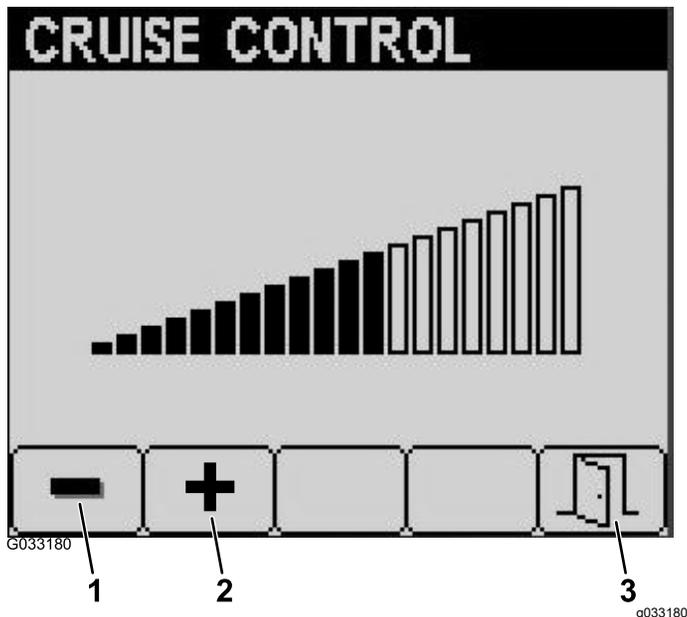

Bild 20
3. Drücken Sie die Taste 1 auf dem Bildschirm „Cruise Control“, um die Tempomatgeschwindigkeit zu verringern oder Taste 2, um die Tempomatgeschwindigkeit zu erhöhen (Bild 20).
4. Drücken Sie nach dem Einstellen der gewünschten Tempomatgeschwindigkeit die Taste 5, um zu beenden (Bild 20).